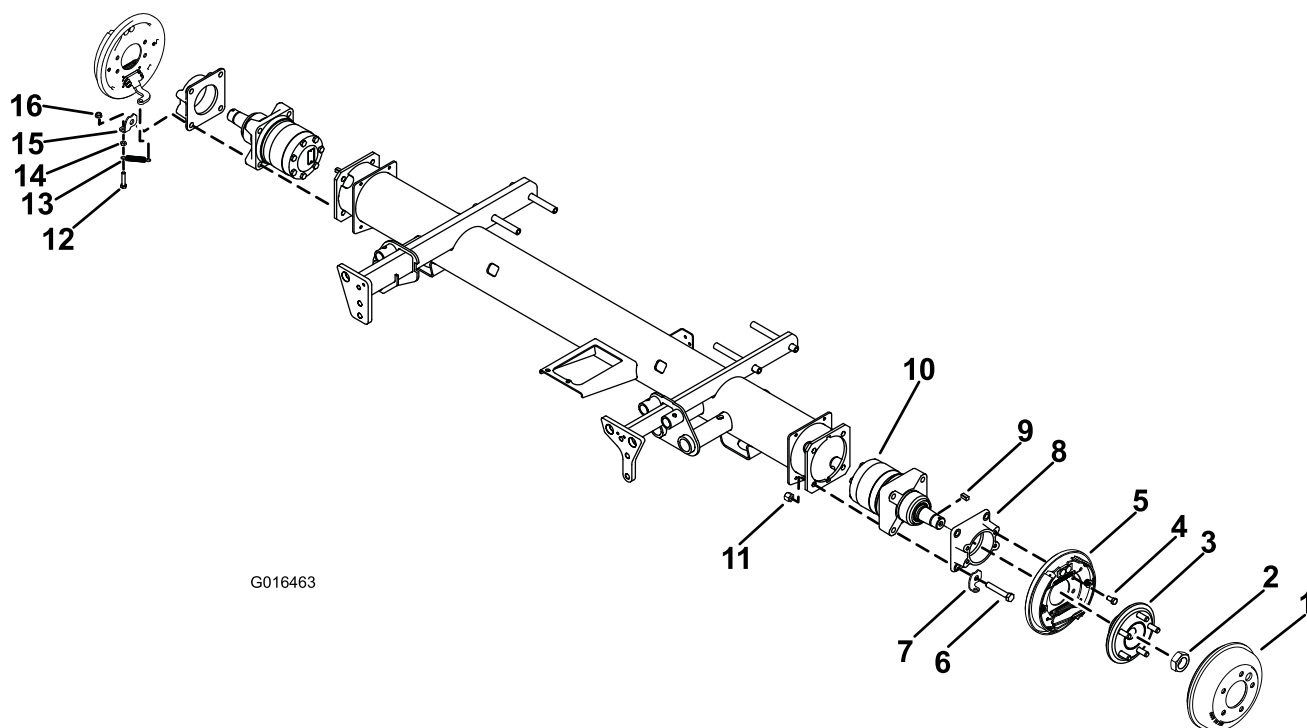

Figura 1
3. Allentate, ma non togliete completamente, il dado di bloccaggio che fissa il mozzo della ruota al relativo motore (Figura 1). Allentate il dado di bloccaggio di almeno 2 giri.
5. Rimuovete il dado di bloccaggio e il mozzo della ruota dall'albero motore (Figura 1).
6. Rimuovete le 4 viti che fissano il gruppo del freno all'adattatore del freno e rimuovete il gruppo del freno (Figura 1).
12. Rimuovete i 4 dadi di bloccaggio che fissano l'adattatore del freno, il motore della ruota e la graffa al telaio (Figura 1).
Nota: Serrate le viti a un valore compreso tra 91 e 113 N·m. Assicuratevi che la graffa della molla sia posizionata come mostrato nella Figura 1.